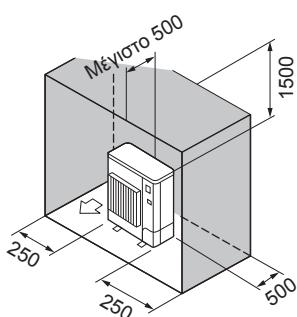

Fig. 2-12
⑥ Εμπόδια στην πίσω, στις δύο πλαϊνές και στην επάνω πλευρά μόνο (Fig. 2-12)